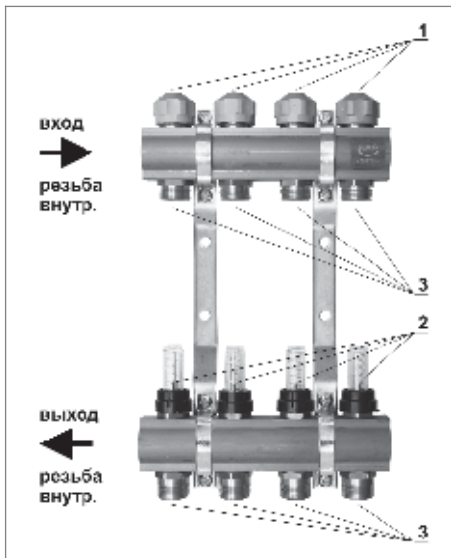

Рис. 2. Конструкция распределителя серии 75A
**серия 75А** (рис.2) - нижний коллектор со встроенными измерительно-регулирующими вентилями (расходомеры выравнивают сопротивления потоку через отдельные контуры и показывают реальный расход воды), а также с выходами на отдельные контуры с наружной резьбой G $\frac{3}{4}$ " (Евроконус).